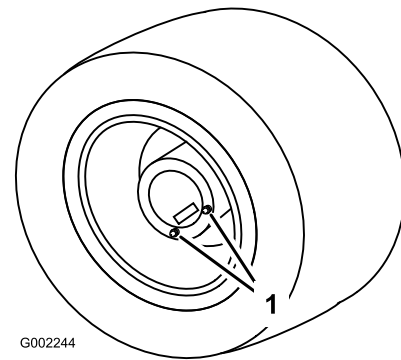

Figura 46
1. Coloque el pulverizador sobre una superficie nivelada con las ruedas traseras posicionadas para el drenaje, según muestra Figura 46.
3. Coloque un recipiente debajo de los tapones de vaciado y retire éstos de la rueda (Figura 46).